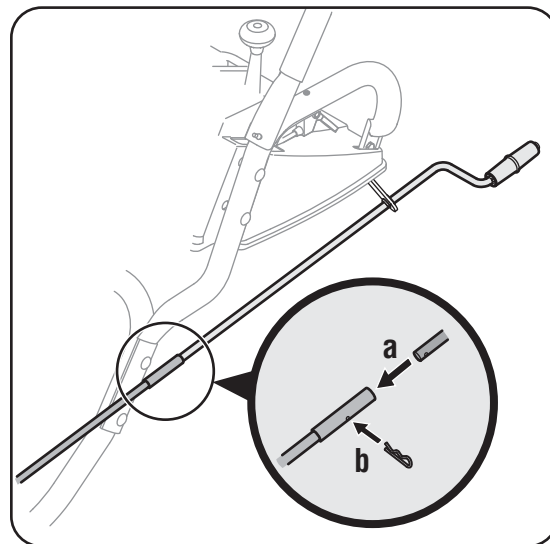

Figure 3-3
- Dégagez la goupille fendue de l'extrémité de la manivelle supérieure de la goulotte. Enfoncez la manivelle supérieure dans la manivelle inférieure. Des pinces peut aider dans ce travail. Voir la Figure 3-3.
- a. Alignez les trous sur les manivelles. Voir la Figure 3-3